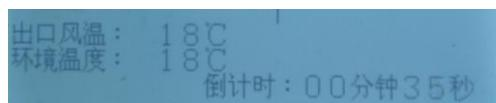

图 23 PY3520 变频电源装置倒计时显示
7.4.3 试验过程中，需要计时。按动控制箱面板上的“计时启动”。在屏幕的最下角显示倒计时的时间见图 23；当计时秒表达达到和超过【时间设定值】时系统自动报警。